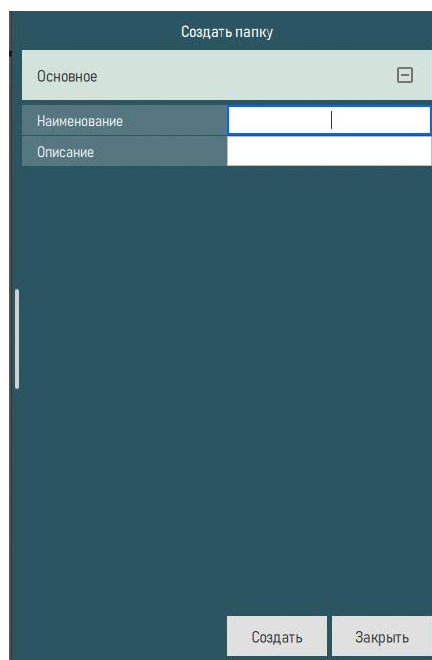

Рисунок 64 – Вид окна «Создать папку»
6) В открывшемся окне «Создать папку» заполнить необходимые поля (рисунок 64). Нажать на кнопку «Создать» для сохранения созданной папки.